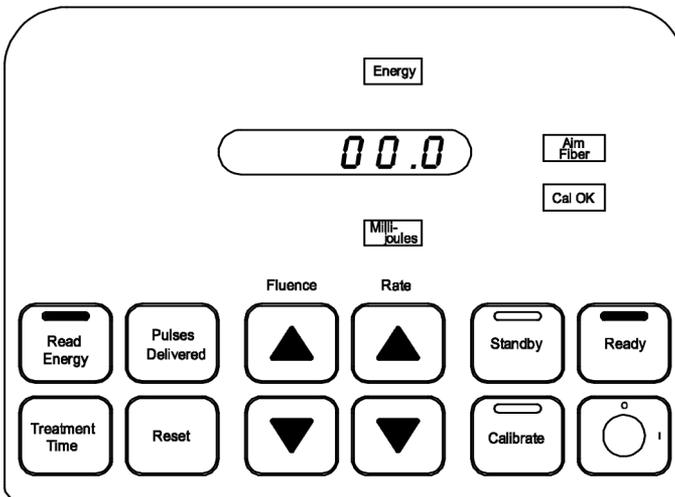

图 13
11. 按下 Read Energy (读取能量) 按钮可使显示屏显示光纤输出能量。要读取光纤传出的能量, 则将光纤对准校准检测器并按下脚踏开关。(图 13)